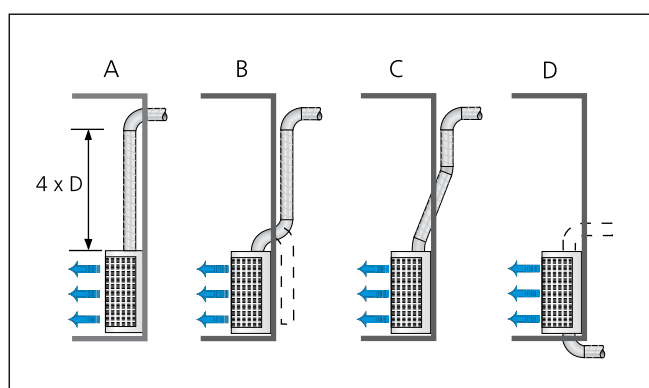

Рис. 3. Пример влияния варианта присоединения воздуховода к диффузору на уровень шума. См. таблицу
- Диаграмма - для помещения с эквивалентной 150м² площадью звукопоглощения на расстоянии 2 м от диффузора. Все значения- для прямого, без помех, отрезка присоединяемого воздуховода. См. рис. 3 для корректировки уровня шума.
- Значение dB(C) на 6-9 dB больше значения dB(A).